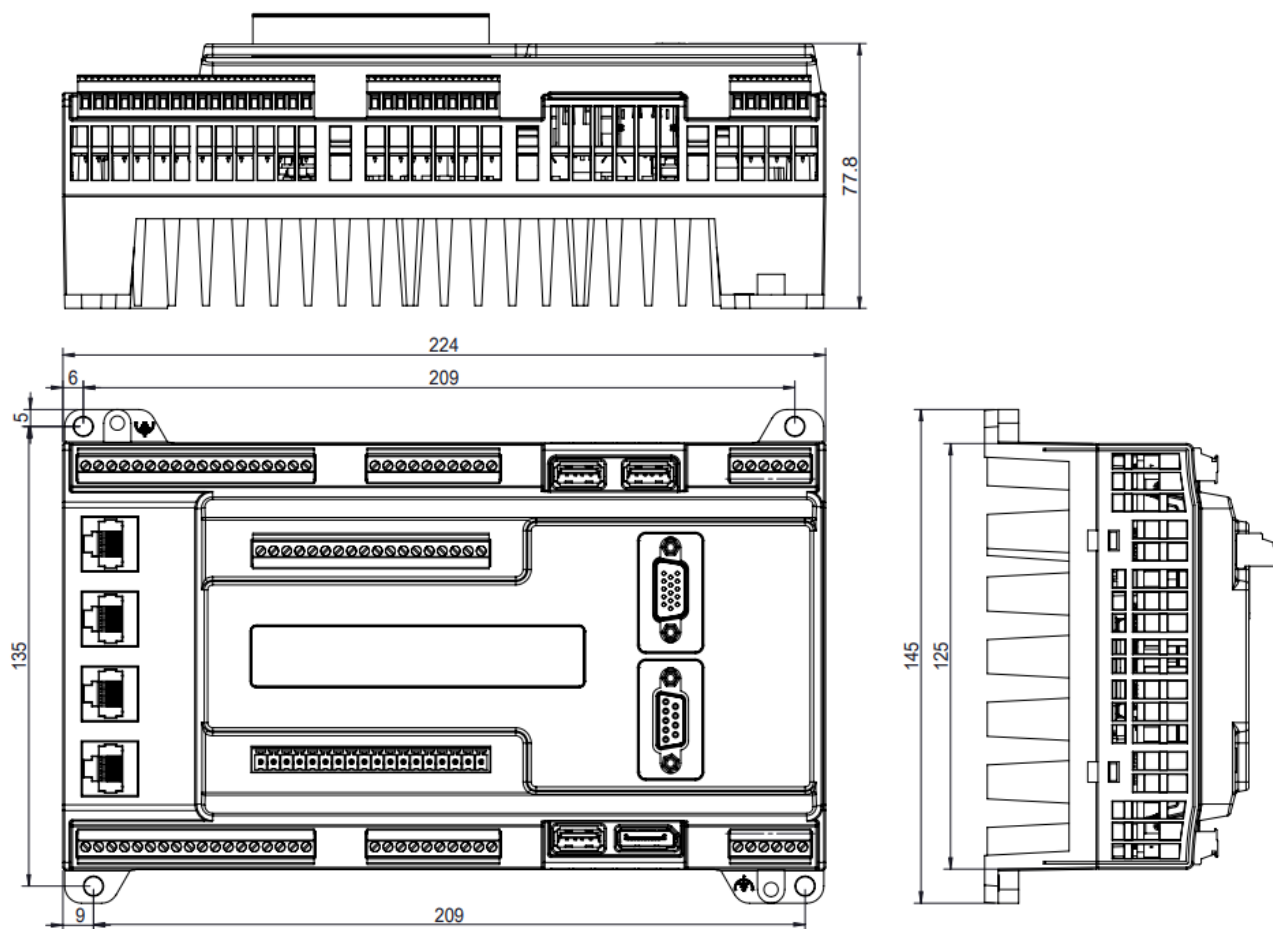

图 4-2 GNS 控制器尺寸图 (单位: mm)
(7) 重量：1.6KG
(8) 尺寸：详见图 4-2
(9) 工作温度：0-55°C (32°F-131°F)
(10) 相对湿度：5%-95% 非凝结